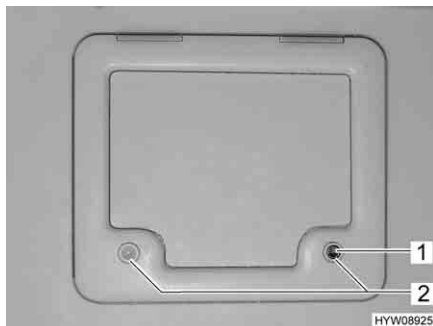

Fig. 96 Sportello per il serbatoio fecale
- Aprire lo sportello per il serbatoio fecale all'esterno del veicolo. Inserire la chiave nel cilindro della serratura a pressione (Fig. 96,1) e ruotare in senso orario di un quarto di giro.
- Premere contemporaneamente con i pollici entrambe le serrature a pressione (Fig. 96,2) e aprire lo sportello per il serbatoio fecale.